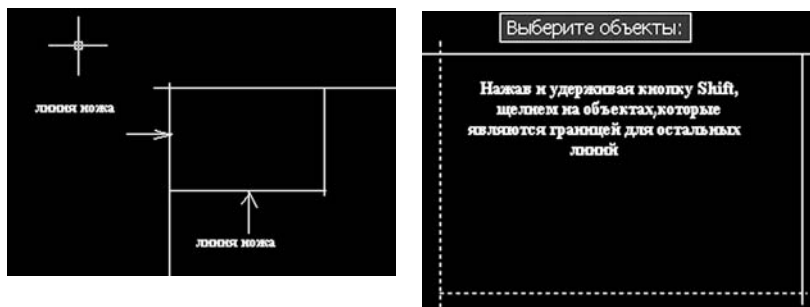

Рис. 4.16. Пример выбора граничных кромок
1. Щелкнуть на нужной команде. В командной строке будет введено приглашение задать режущие кромки, в соответствии с которыми нужно выполнить подрезание, или (если щелкнуть по кнопке «Продолжить») граничные кромки, используемые в качестве пределов продолжения (рис. 4.16).
6. Щелкнуть на той части, которую хотите отсечь (или на конце объекта, ближайшем к кромке продолжения). Программа подрежет или продолжит исходный объект в соответствии с контурами выделенного объекта (рис. 4.16).